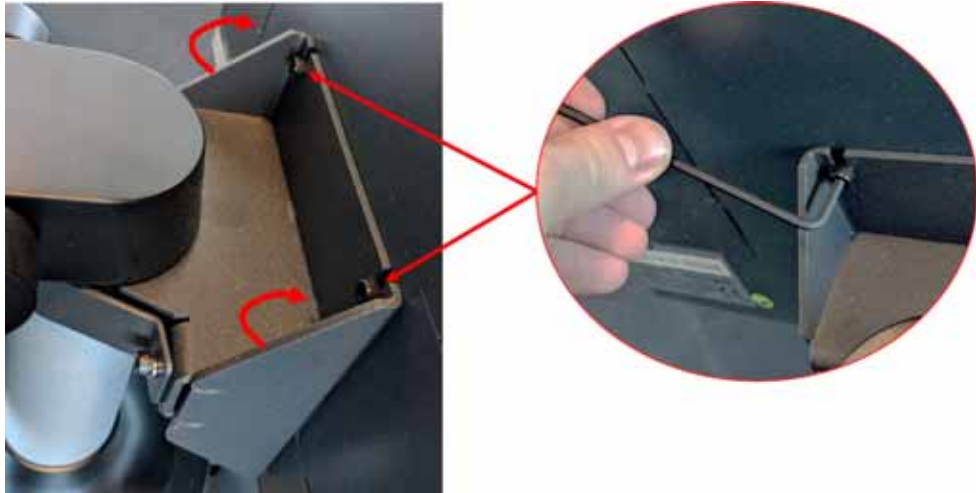

Figura 15-19 Cómo aflojar los tornillos superiores
8. Localice los dos tornillos superiores que sostienen la unidad de control principal en el soporte de montaje y aflójelos con una llave Allen en ángulo recto de 4 mm o una llave hexagonal. Consulte la Figura 15-19.